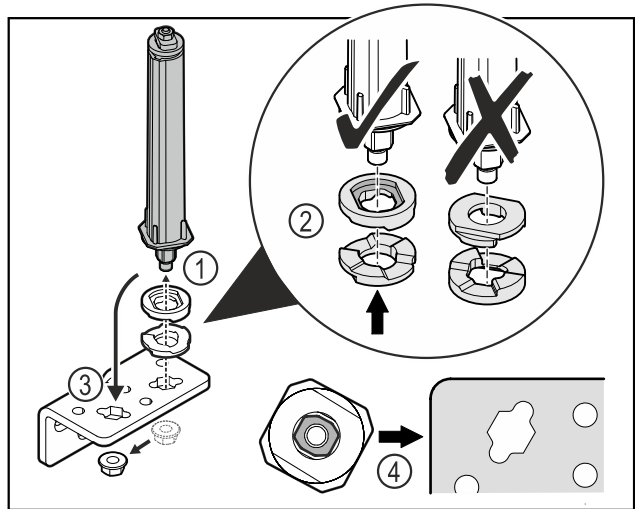

Fig. 30
- ▶ Λύστε το παξιμάδι και αφαιρέστε το σύστημα κλεισίματος πόρτας Fig. 30 (1).
- ▶ Βεβαιωθείτε για τη σωστή ευθυγράμμιση των ροδελών ρύθμισης ύψους Fig. 30 (2).
- ▶ Μεταφέρετε το σύστημα κλεισίματος πόρτας στη γωνία μεντεσέ και στερεώστε με το παξιμάδι Fig. 30 (3).
- ▶ Κατά την τοποθέτηση βεβαιωθείτε για τη σωστή ευθυγράμμιση του συστήματος κλεισίματος πόρτας Fig. 30 (4).